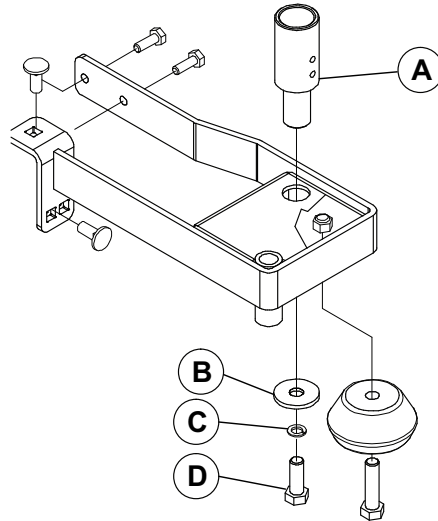

Figure 18 – Douille fixe
9. À l'aide d'une clé mixte de 9/16 po, retirer le boulon (D), la rondelle (C) et l'entretoise (B) qui fixent la douille fixe (A) au support pour accessoires (Figure 18). Conserver le boulon, la rondelle et l'entretoise.